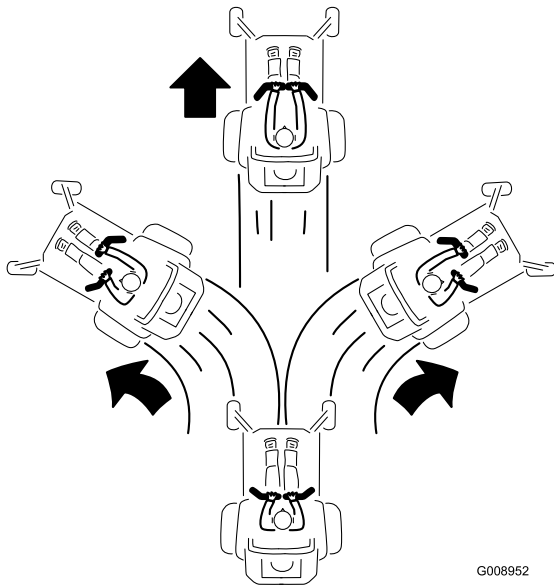

Figura 14
2. Para ir hacia adelante, empuje lentamente las palancas de control de movimiento hacia adelante (Figura 14).
Para ir recto, aplique la misma presión a ambas palancas de control de movimiento (Figura 14).
Para girar, deje de empujar la palanca de control de movimiento del lado al que desea girar (Figura 14).